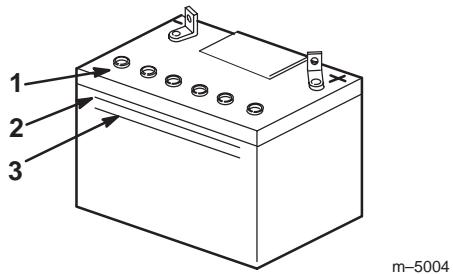

Bild 46
2. Sehen Sie sich die Seite der Batterie an. Der Füllstand muss bis zur **oberen** Linie reichen (Bild 46). Die Säure darf nicht unter die **untere** Linie fallen (Bild 46).
3. Nehmen Sie die Entlüftungsdeckel von der Batterie ab (Bild 46).
4. Gießen Sie langsam destilliertes Wasser in jede Batteriezelle, bis der Säurestand die **obere** Linie (Bild 46) am Batteriegehäuse erreicht.
5. Warten Sie nach dem Füllen der Batteriezellen fünf bis zehn Minuten. Gießen Sie bei Bedarf destilliertes Wasser in jede Batteriezelle, bis der Säurestand die **obere** Linie (Bild 46) am Batteriegehäuse erreicht.